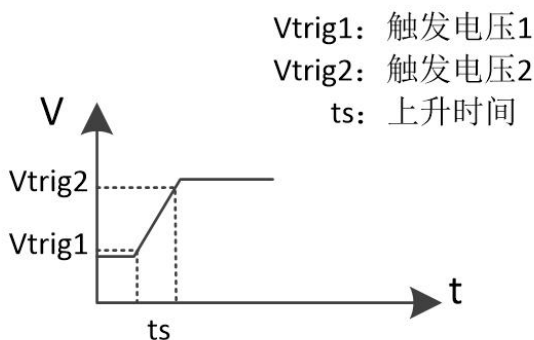

图 5-40 时间测试
- 11、按“On/Off”键负载 ON，显示屏通道状态标识为“ON”，观察显示屏读数，如图 5-40 所示；